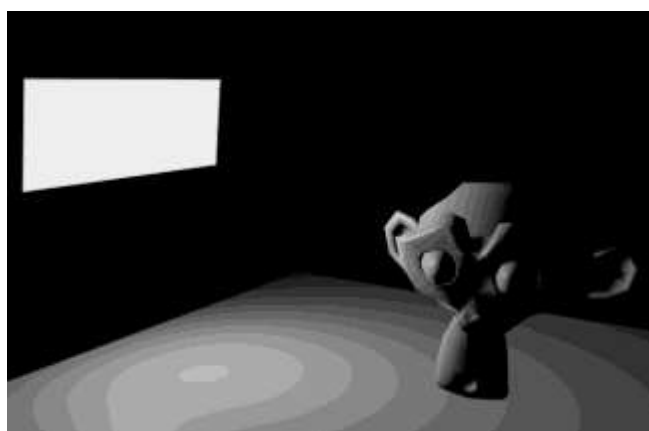

Рис. 26.5
**Область** – это источник направленного света от прямоугольной площадки (рис. 26.5). Освещённость зависит от расстояния до источника и угла падения луча на поверхность. Его можно использовать, например, для создания подсветки от экрана телевизора.